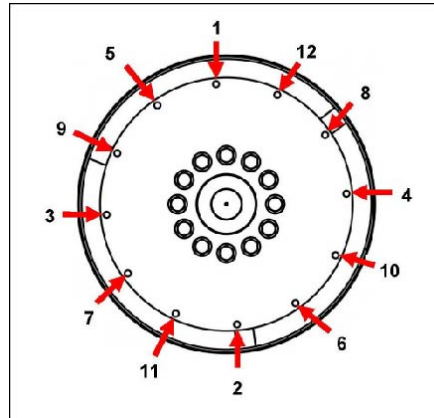

图 19. 固定顺序
10. 拆下校准销。使用头下方的大尺寸垫圈，安装耦合螺栓。按照所示顺序拧紧螺栓以将耦合盘固定到飞轮上。图 19 在第 xx 页 30。